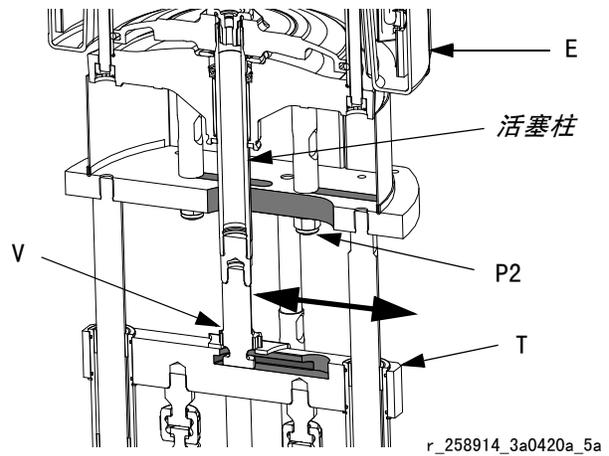

图 7
5. 抓住活塞柱，滑动马达 (E) 的位置，直至指示线与您的比率一致。请参见图 6 和图 7。